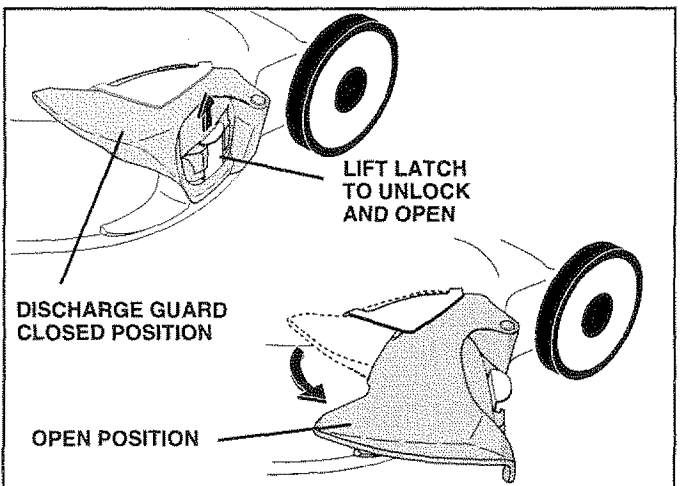

FIG. 2B
**SIDE DISCHARGING (See Fig. 2B) -**